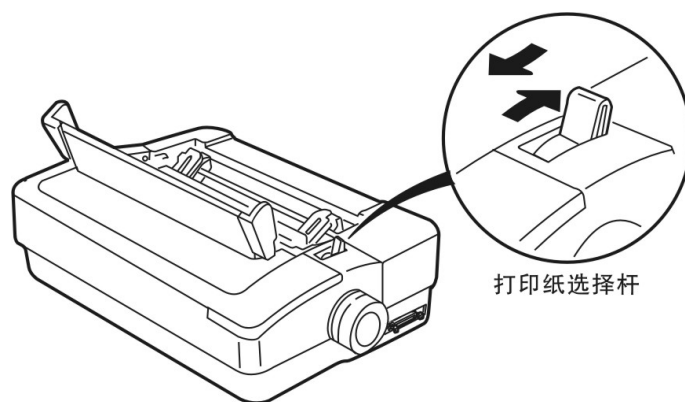

图 3-2 打印纸选择杆
打印纸选择杆设定了该打印机在打印连续纸或单页纸时的有关功能，如图 3-2 所示。选择杆前后分别有表示连续纸与单页纸的图形。如果使用连续纸，可把该打印纸选择杆往前部移动（往连续纸方向移动）；如果使用单页纸，则把该选择杆往后部移动（往单页纸方向移动）。
2. 如图 3-2 位置在正上方安装导纸板。用手握住导纸板两上角，注意将导纸板两下角的“L”型通道槽对准上壳两边的两柱位放入。同时，将导纸板略向前移动，从而使两柱滑入垂直通道中。安装正确后，该导纸板应处于正上方位置。